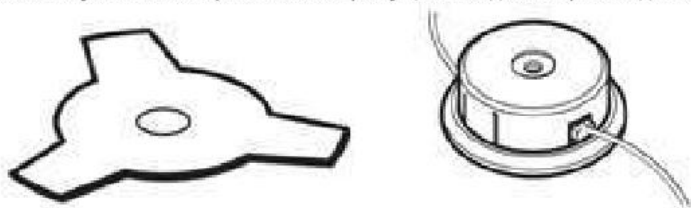

Рисунок 30
**ВНИМАНИЕ.** Используйте только оригинальные режущие насадки от производителя (рис.30).